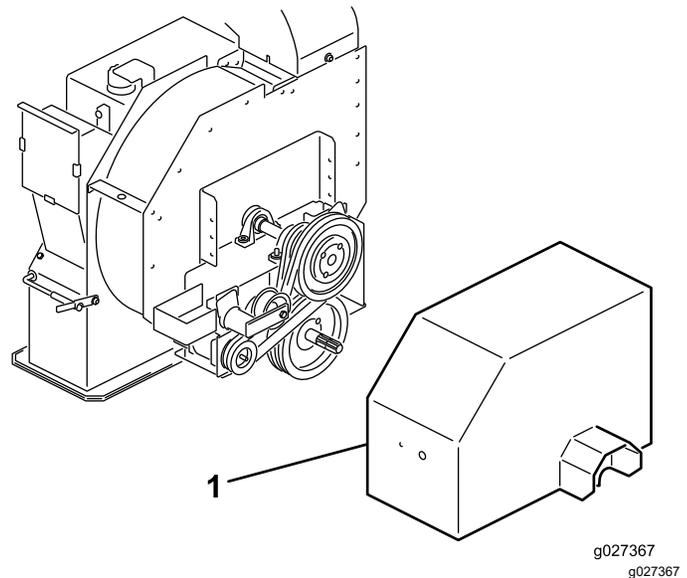

Figura 14
- Desaperte as porcas e os parafusos que fixam a proteção da transmissão ao compartimento do rotor (**Figura 14**) e retire a proteção.
- Na parte de trás da estrutura, desaperte o parafuso que prende o tensor da correia à estrutura (**Figura 14**).